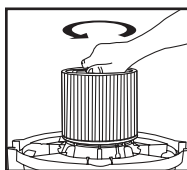

FIGURE 11
17. Pour enlever le filtre afin de le nettoyer, maintenez à nouveau le couvercle du réservoir et tournez le porte-filtre dans le sens antihoraire pour le desserrer et l'enlever. **FIGURE 11**.